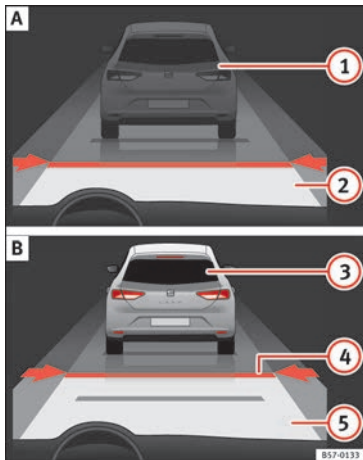
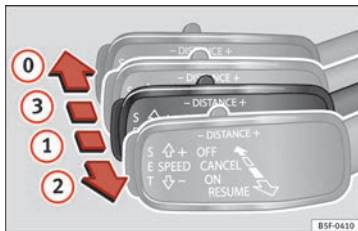

Fig. 209 Sul display del quadro strumenti: (A) ACC inattivo (Standby). (B) ACC attivo.
Fig. 211 A sinistra del piantone dello sterzo: terza leva per utilizzare il sistema di regolazione automatica della velocità.
Indicazione sul display »»» **fig. 209:**
strumenti si accende la spia di controllo verde (🟢) e sul display vengono indicati la velocità programmata e lo stato dell'ACC »» fig. 209.
ne ② »» fig. 211 o premere il tasto **SET** rispettivamente.
La velocità programmata può essere modificata con il veicolo sia fermo che in marcia, a seconda della preferenza. Qualsiasi modifica della velocità programmata verrà visualizzata nella parte inferiore sinistra del display del quadro strumenti »» fig. 209.
• Per attivare l'ACC, con la terza leva situata in posizione ①, occorre premere il tasto **SET** o collocare la terza leva dell'ACC in posizione ② » **fig. 211**. In questo momento, l'immagine dell'ACC sul display del quadro strumenti passerà alla modalità *Attiva* » **fig. 209**.
Per scollegare l'ACC, collocare la leva in posizione ③ » **fig. 211** fino all'arresto. In questo momento compare il testo **ACC disattivato** e la funzione è completamente disattivata.
Se non si desidera scollegare l'ACC, ma solo disattivarlo temporaneamente (Standby), collocare la terza leva in posizione ③ » **fig. 211** o premere il pedale del freno.